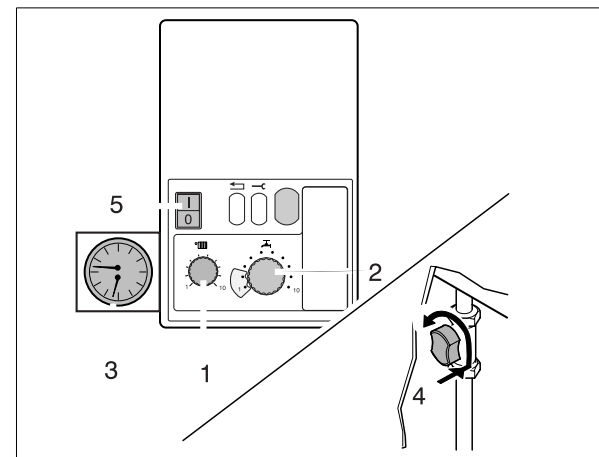

Abb. 1 Bedienfeld, Druckanzeige, Gasabsperrhahn
- Wasserdruck überprüfen (Abb. 1, Pos. 3)
- Vorlauftemperatur am Regler (Abb. 1, Pos. 1) mit Hilfe der Tab. 1 einstellen.
- Warmwassertemperatur am Regler (Abb. 1, Pos. 2) mit Hilfe der Tab. 2 einstellen
- Gasabsperrhahn öffnen: eindrücken und nach links in senkrechte Position drehen (Abb. 1, Pos. 4).
- Netzschalter (Abb. 1, Pos 5) auf Stellung "I" stellen. Gerät beginnt mit dem Startprogramm, nach ca. 30 s zündet der Brenner.